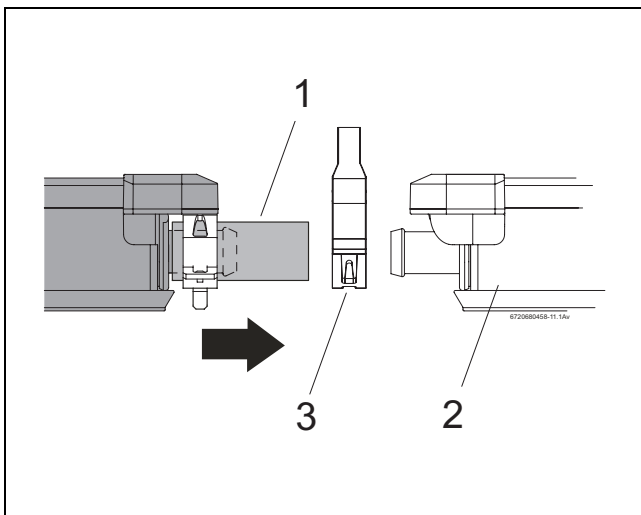

Fig. 41 Deslizar el segundo captador hasta el primero
- ▶ Coloque el segundo colector con los tubos solares premontados (Fig. 41, [1]) sobre los perfiles guía y déjelo deslizar hasta los seguros contra deslizamiento.
- ▶ Deslice la segunda abrazadera (Fig. 41, [3]) sobre el tubo solar.
- ▶ Deslice el colector hacia el primer colector (Fig. 41, [2]) de tal forma que los tubos solares montados previamente se deslicen hasta las conexiones situadas a la izquierda del primer colector.